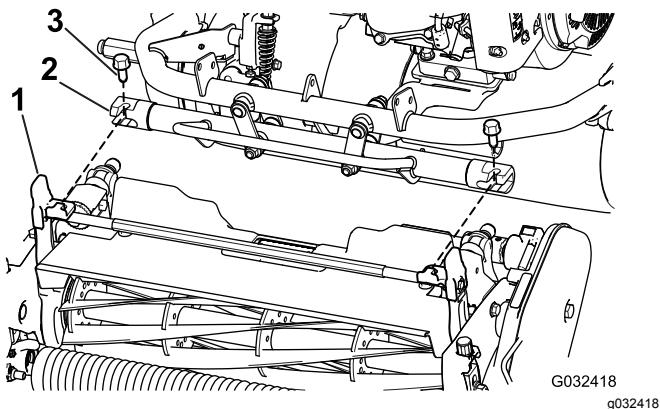

Figura 7
4. Mueva el bastidor de la máquina hacia adelante hasta que se acople a los brazos de pivote de la unidad de corte Figura 7.
5. Sujete el bastidor de la máquina a los brazos de pivote de la unidad de corte con los 2 pernos ( $\frac{3}{8}'' \times \frac{3}{4}''$ ) (Figura 7).